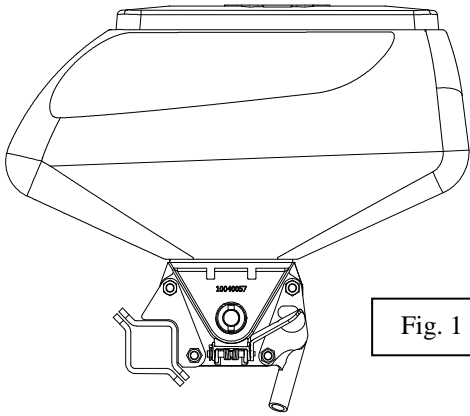

Fig. 1
- S'assurer que le boîtier de distribution est semblable à celui de la fig. 1 page 2 (profil de la trémie et sens des goulottes de sortie) : vers l'avant pour boîtier MS.
- Make sure that the metering box is similar to the one in fig. 1 page 2 (shape of the hopper and direction of outlets) : forward facing for MS planter.
- Versichern Sie sich, daß die Saelemente die gleichen wie bei Abb. 1 Seite 2 sind (Profil des Saatgutbehälters und Richtung der Ausläufe) : nach vorn bei Saelementgehäuse MS.